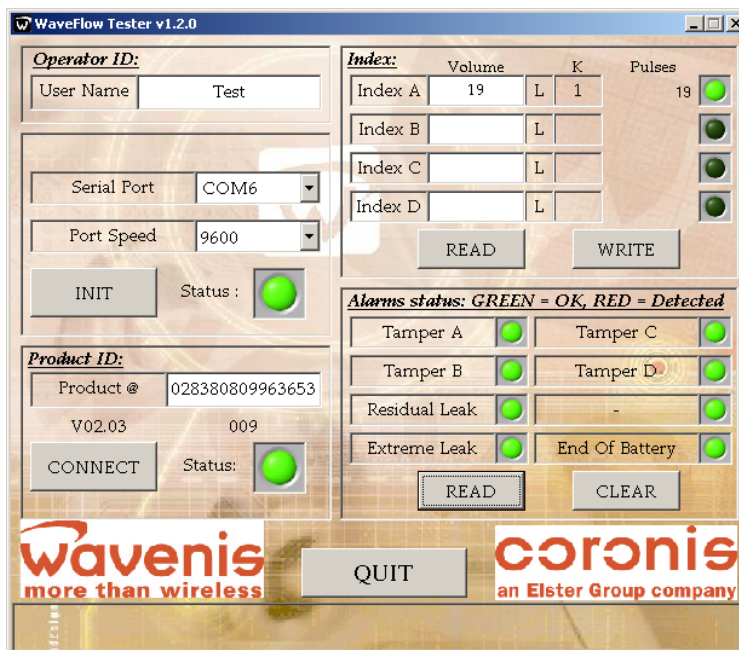

Рисунок 6. Интерфейс программы WaveFlow Tester
2. Запустить ПО Wavenis Tester (рис. 6).